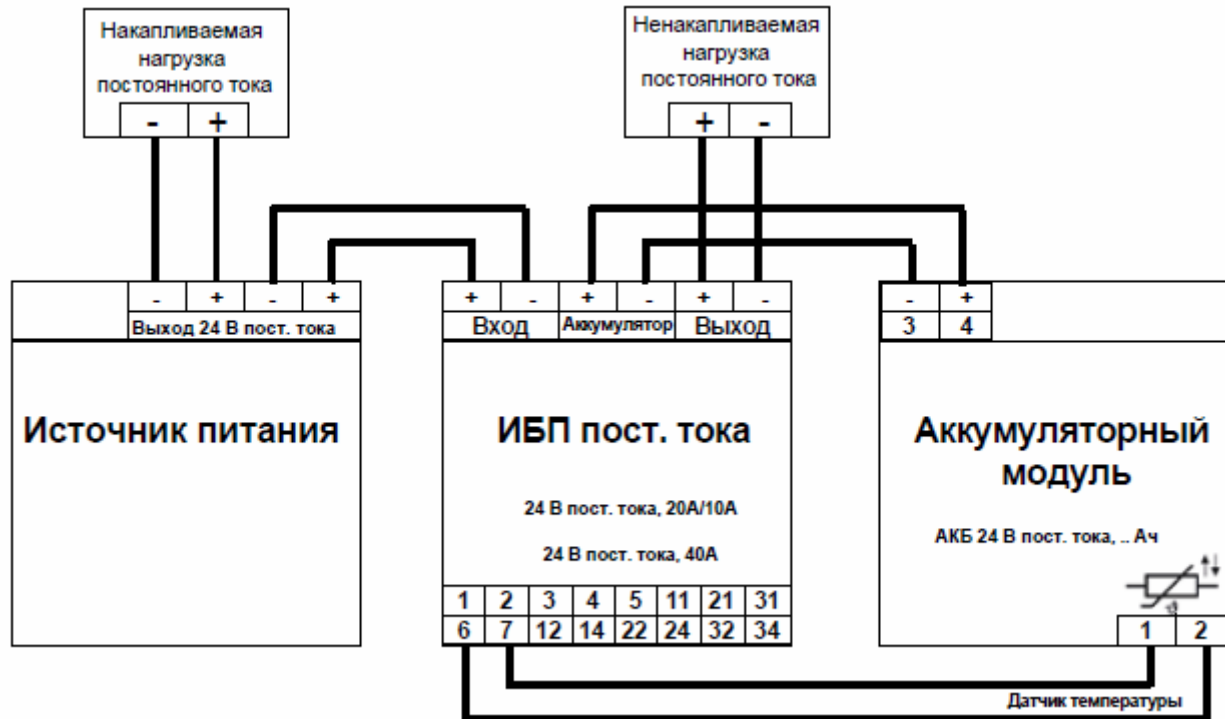

Рисунок 2. - Схема подключения для ИБП
1.3.2 Схема подключения для ИБП и АКБ приведена на рис. 2.